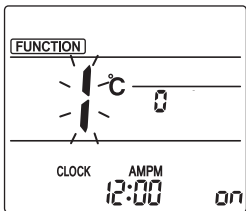

Fig. 3-1
- De stand voor handmatige waaijerinstelling activeren. Druk op de toets [MENU]. (Begin deze bediening met uitgeschakelde schermweergave op de afstandsbediening.) "FUNCTION" wordt verlicht en "1" knippert. (Fig. 3-1) Druk op de toets [▲] om "2" te selecteren en druk vervolgens op de toets [SET].